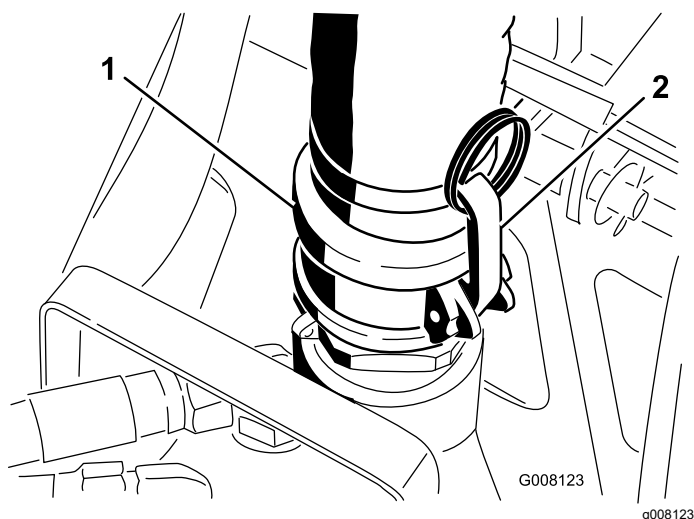

Figura 13
3. Eliberați zăvorul și decuplați furtunul de refulare de la pompă (Figura 13).
15. Cuplai furtunul de refulare la pompă și fixezi elementele de blocare (Figura 13).